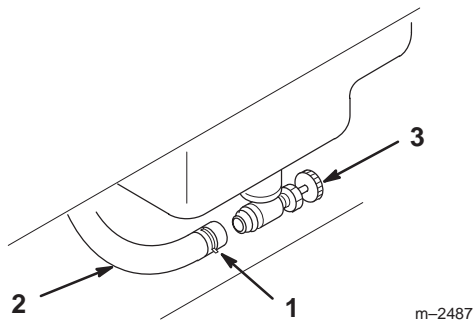

Figure 41
4. Desserrez le collier et repoussez-le le long de la conduite d'alimentation pour l'éloigner du robinet d'arrivée de carburant (Fig. 41).
5. Débranchez la conduite d'alimentation du robinet (Fig. 41).
10. Rapprochez le collier de serrage du robinet pour fixer la conduite d'alimentation (Fig. 41).